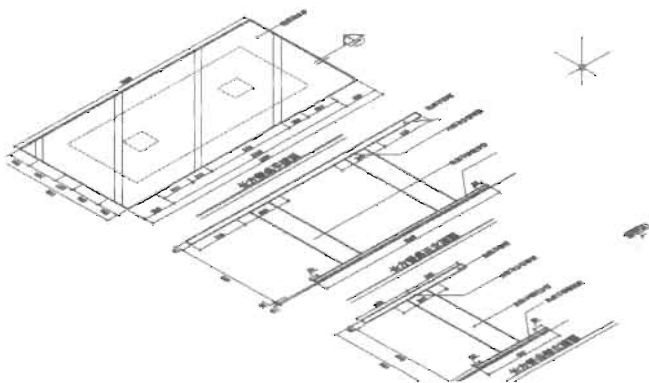

图 13-95
(1) 打开配套光盘中的“长方餐桌.dwg”文件，然后执行“视图>三维视图>西南等轴侧视图”菜单命令，切换到三维视图，如图 13-95 所示。